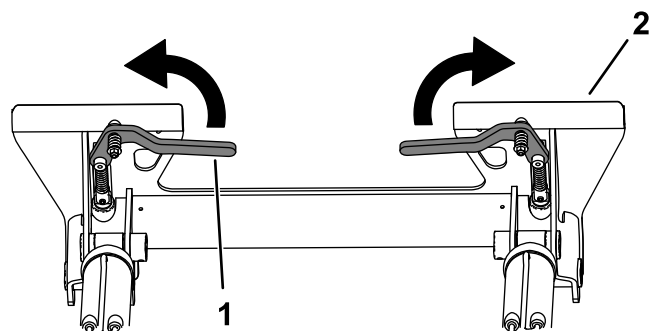

Figure 27
2. Tournez les leviers d'attache rapide vers l'extérieur pour élever les goupilles d'attache rapide (Figure 27).